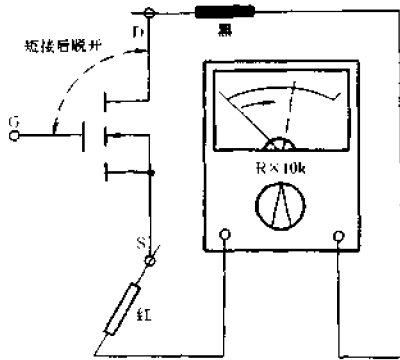

图 4-167 短接 VMOS 管 G-D 时  $R_{DS}$  减小
③ 紧接上述测量, 将 G 与 S 间短路线去掉, 表笔位置不动, 将 D 与 G 短接一下再脱开, 相当于给栅极注入了电荷, 此时阻值应大幅度减小并稳定在某一阻值。此阻值越小说明跨导值越高, 管子的性能越好。如果万用表指针向右摆幅很小, 说明管子的跨导值较小。具体测试操作如图 4-167 所示。此步测试时需要注意的是, 万用表的电阻挡一定要选用  $R \times 10k$  高阻挡, 这时表内电压较高, 阻值变化比较明显。如果使用  $R \times 1k$  或  $R \times 100$  挡, 会因表内电压较低而不能正常进行测试。